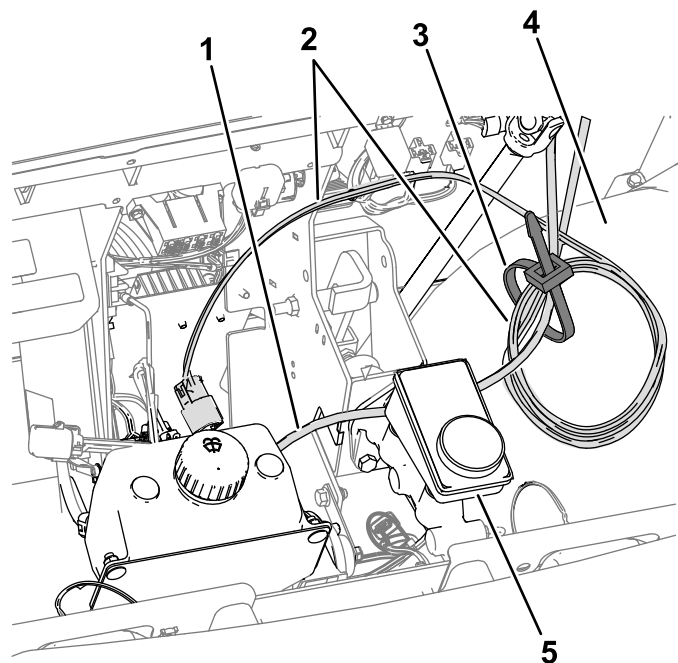

Figura 50
7. Enrole o excesso de cablagem da bomba do líquido de lavagem (Figura 50) e prenda a cablagem enrolada com uma braçadeira de cabos.